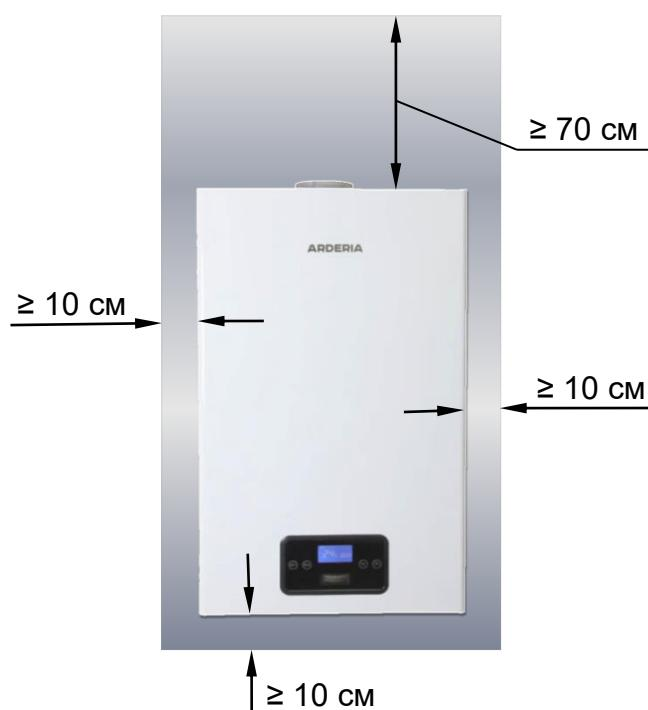

Рис. 13
- При монтаже котла на стену из трудносгораемых и сгораемых (слабогорючих и горючих) материалов, стена **должна быть** изолированы несгораемыми материалами (например: кровельной сталью по листу асбеста толщиной не менее 3 мм. или известковой штукатуркой толщиной не менее 10 мм) или экранами заводского изготовления. Указанное покрытие **должно выступать** за габариты корпуса котла не менее, чем на 10 см. и на 70 см. сверху (См. Рис. 13). При невозможности выдержать расстояние в 70 см. сверху, а так же при монтаже горизонтальной системы дымоудаления, **допускается** уменьшить его в одноквартирных жилых домах до 50 см., в квартирах многоквартирных домов до 10 см.